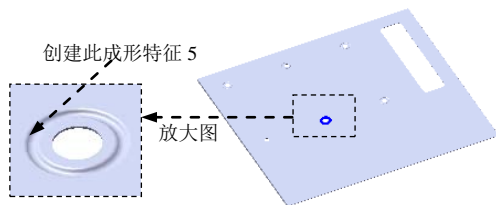

图 17.10.71 创建成形特征 5
Step17. 创建图 17.10.71 所示的成形特征 5, 详细操作过程参见 Step12。